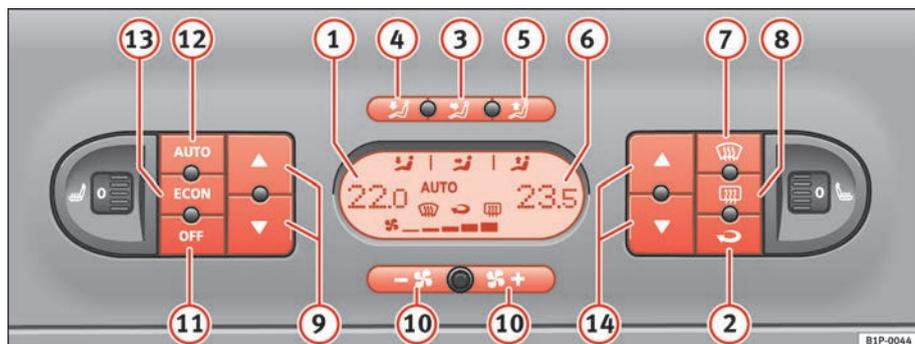

Abb. 111 In der Instrumententafel: Bedienelemente 2C-Climatronic
- Drücken Sie die Tasten der Temperaturregulierung ⇒ Seite 150, Abb. 111 9 oder 14 zur Einstellung der Temperatur auf der linken bzw. rechten Seite.
- Drücken Sie die Taste  ⇒ Seite 150, Abb. 111. Am Display erscheint die Anzeige „AUTO“.